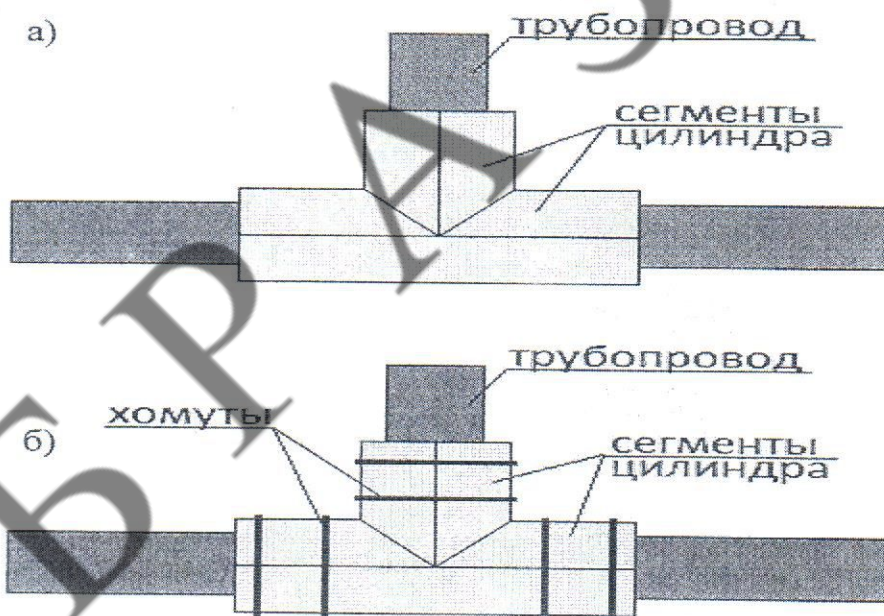

Рис. 4.
- нарезка цилиндров, полуцилиндров для осуществления их совместной врезки (Рис. 4а);
- фиксация смонтированных цилиндров, полуцилиндров хомутами из металлической проволоки или бандажной лентой (Рис. 4б);